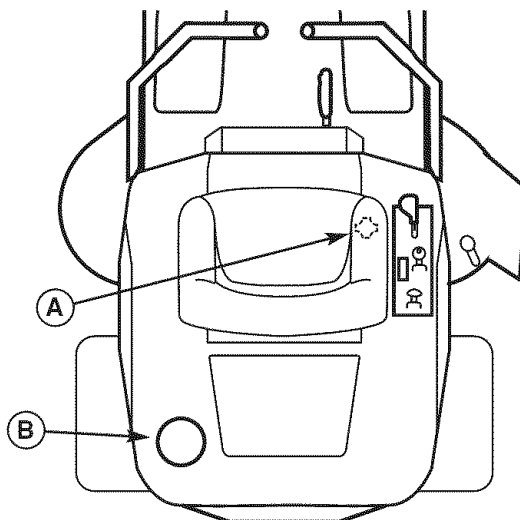

Figura 2. Verificaciones Previas al Arranque
1. Quite el tapón de la gasolina (B, Figura 2).